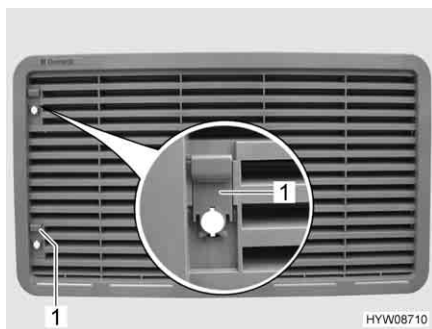
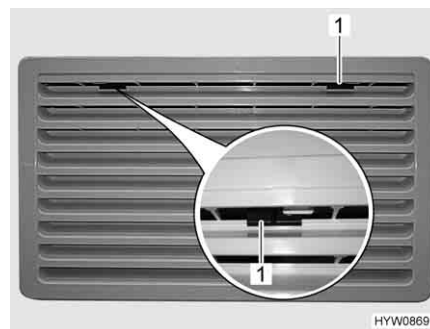

Fig. 147 Griglia di aerazione del frigorifero
Fig. 148 Griglia di aerazione del frigorifero (alternativa)
- A seconda dal modello, fare scorrere il cursore (Fig. 147,1) verso l'alto oppure l'arresto (Fig. 148,1) verso il centro.